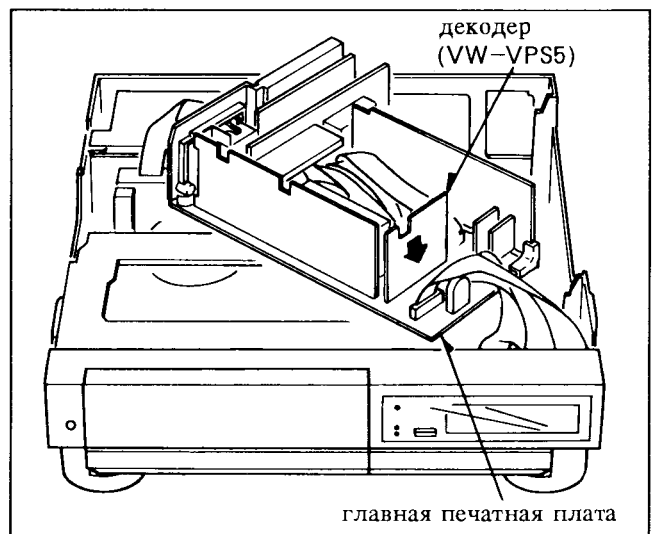

Рис. V3
4. Снять главную печатную плату, перевернуть ее и положить на держатель кассеты. Установить декодер и припаять его (рис. V3).